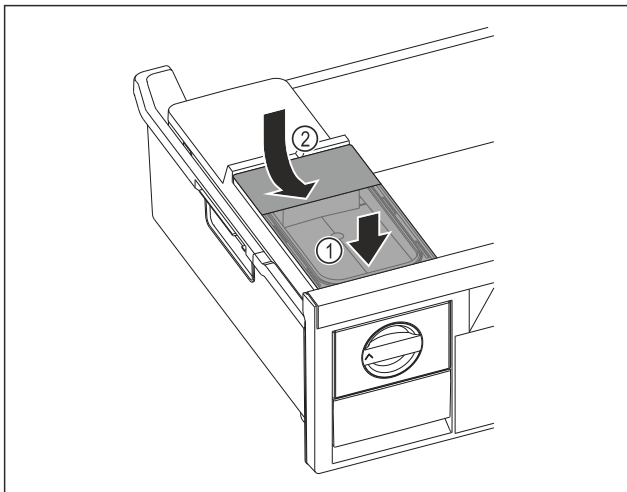

Fig. 68
- ▶ Colocar el depósito de agua por delante. Fig. 68 (1)
- ▶ Bajar el depósito de agua por detrás. Fig. 68 (2)